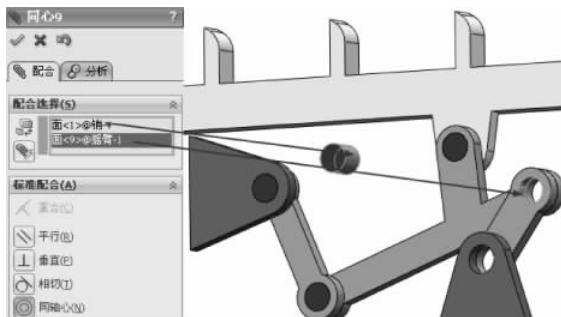

图 3-232 同轴心配合
(21) 选择【标准配合】选项组下的【同轴心】配合类型 ，在【要配合的实体】选择框 中选择如图 3-232 所示的面，其他保持默认，单击【确定】按钮 ，完成同轴心配合。